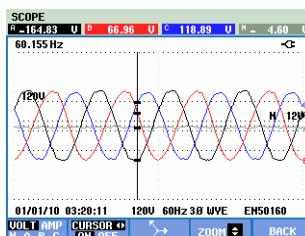

Рис. 22-3 Отображение осциллографм, курсор и масштабирование включены
- Клавиши со стрелками вверх/вниз служат для изменения масштаба в вертикальном направлении (Рис. 22.3).